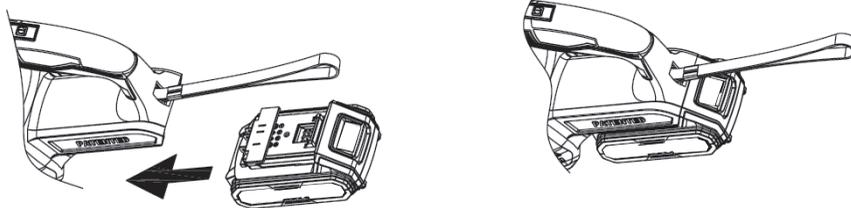

FIG. 2
- Insérez la batterie dans le produit comme indiqué. (FIG.2)